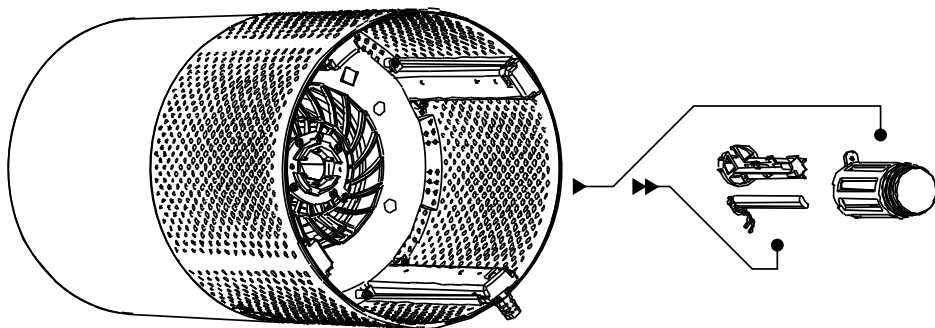

рис. 3
- Встроенный фильтр (7) можно периодически очищать от пыли влажной салфеткой, особенно со стороны фильтра предварительной очистки (снаружи). Вы также можете аккуратно пропылесосить фильтр на небольшой мощности всасывания, используя щетку с мягкой щетиной. Не погружайте фильтр в воду и не разбирайте его. Если очиститель сигнализирует о необходимости замены фильтра свечением индикатора, замените фильтр на новый (см. : ОПИСАНИЕ СБОРКИ И РАЗБОРКИ ФИЛЬТРА). В нормальных условиях очиститель будет сигнализировать о необходимости замены фильтра каждые 6 месяцев, однако при высокой интенсивности работы устройства это время может сократиться. Заменяйте фильтр каждые 6 месяцев, даже если прибор не указывает на необходимость его замены.
- При замене фильтра емкость фильтра (8) очистите влажной салфеткой.
- снимите с устройства фильтр (7)
- положите устройство на бок (рис. 3)
- открутите винт крепления корпуса УФ-лампы (9)
- установите в очистителе фильтр (7)